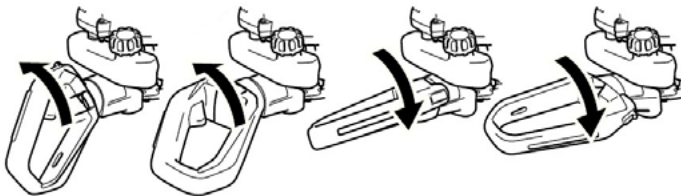

Рис. 16
**1.** Выберите удобный угол наклона рукоятки (рис. 16). В каком бы положении ни находились ножницы во время работы, ручка всегда должна быть повернута вверх.